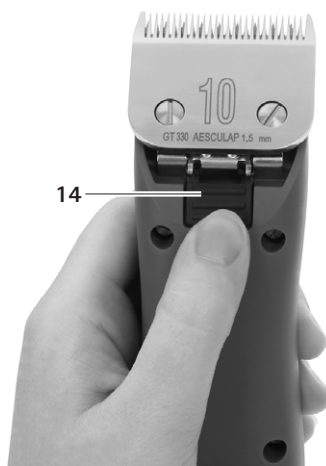

Fig. 3
- Premere il bloccaggio della testa di tosatura 14, vedere Fig. 3.